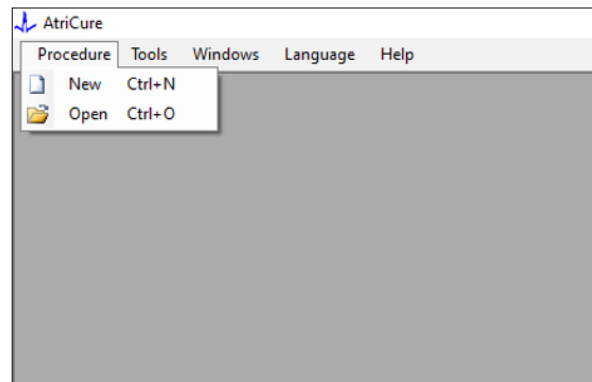
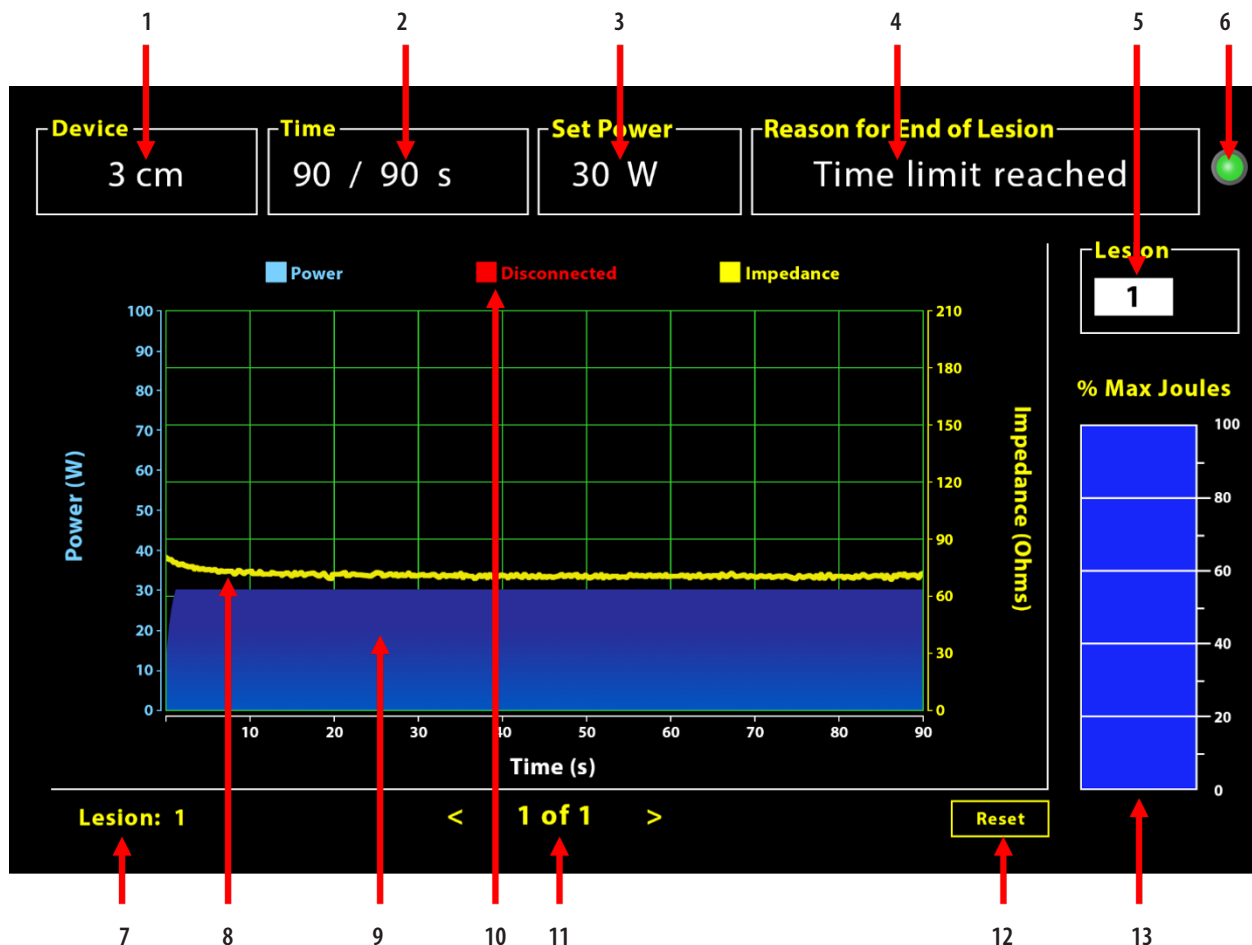

Figura 4: Opțiunea de deschidere a unei ferestre noi pentru procedură
Figura 5: Structura interfeței software-ului
2. Selectarea opțiunilor **Procedura > Nou** deschide următoarea fereastră (consultați **Figura 4** și **Figura 5**):
Generatorul furnizează în continuare energie prin RF pentru ablație, cu excepția cazului în care unul din cele trei criterii este îndeplinit. Aceste motive vor fi afișate în fereastra „Motivul pentru capătul plăgii” [nr. 4 din Figura 5]: